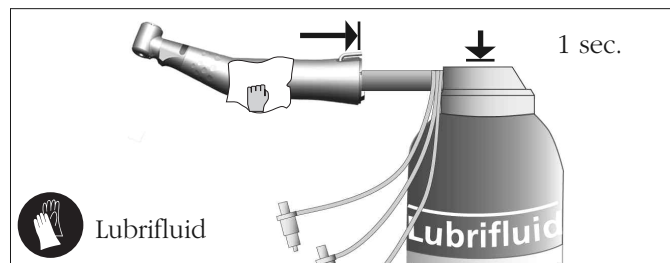

fig. 6
- Actionner le spray 1 seconde **fig.6**.